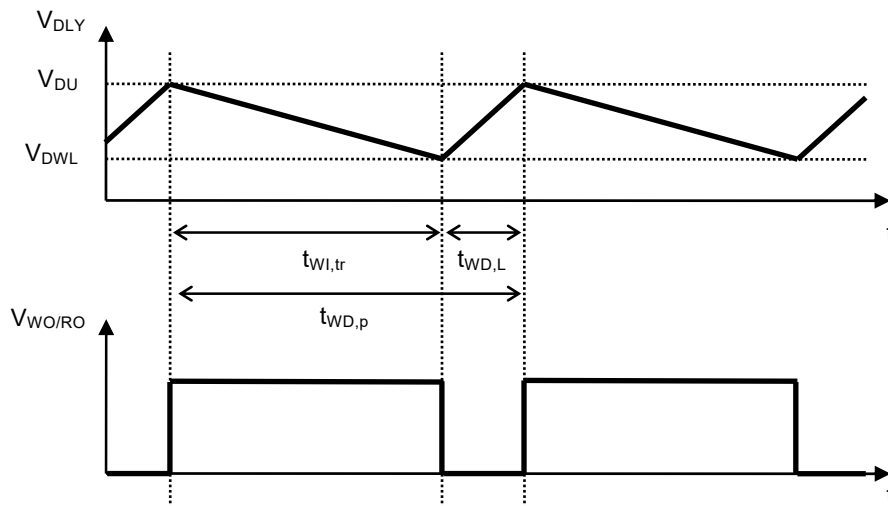

图7
*1. 看门狗定时器反复进行超时的检测时，在WO / RO端子出现的连续矩形波的周期 (参阅图7)。可按以下的公式算出。
*2. 看门狗定时器进行超时的检测后，WO / RO端子保持 "L" 的时间 (参阅图7)。
*3. 从看门狗定时器开始进行触发信号检测后，到检测出超时，并且WO端子输出变化为 "L" 为止的时间 (参阅图7)。此值可以通过 C_{DLY} 的电容值进行更改。